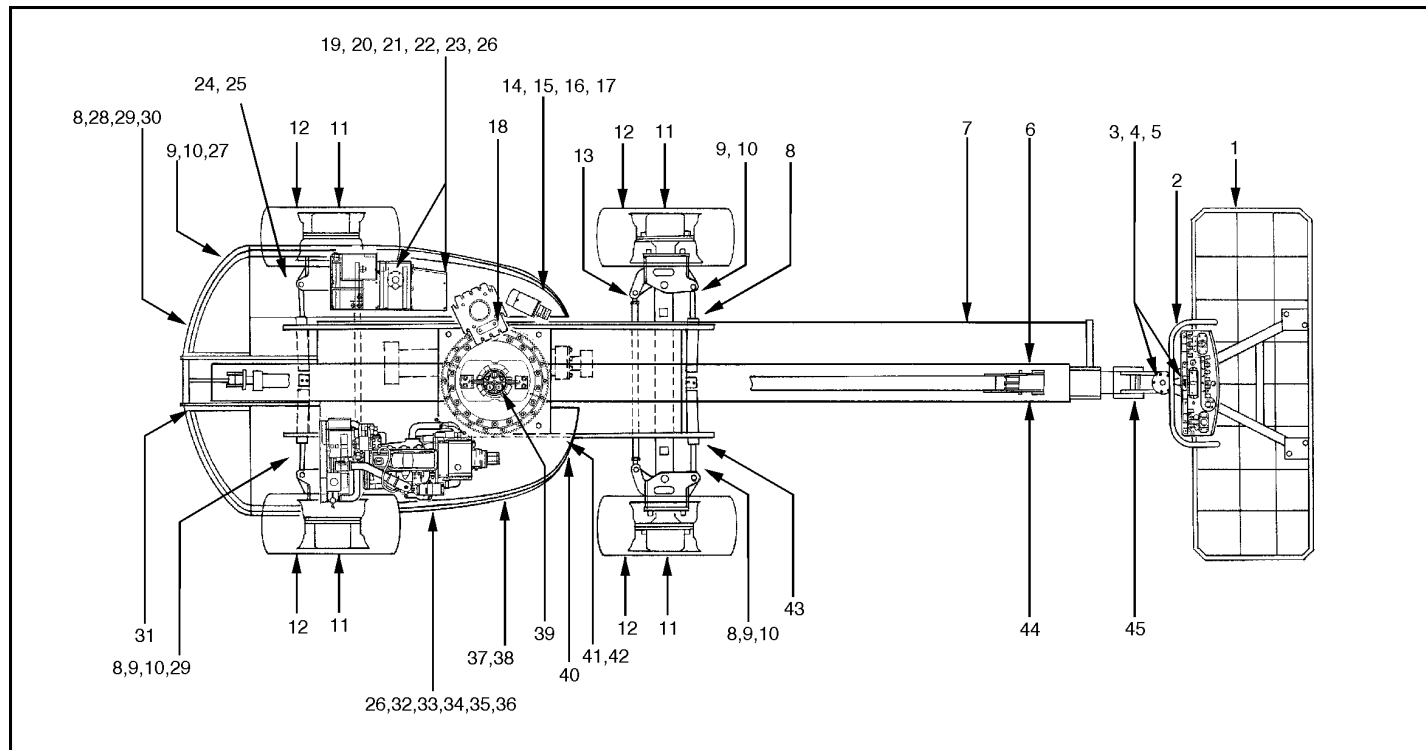

Figura 2-3. Diagrama de inspeção exterior diária
5. **Inspeção exterior** – Consultar Figura 2-3. a Figura 2-6.